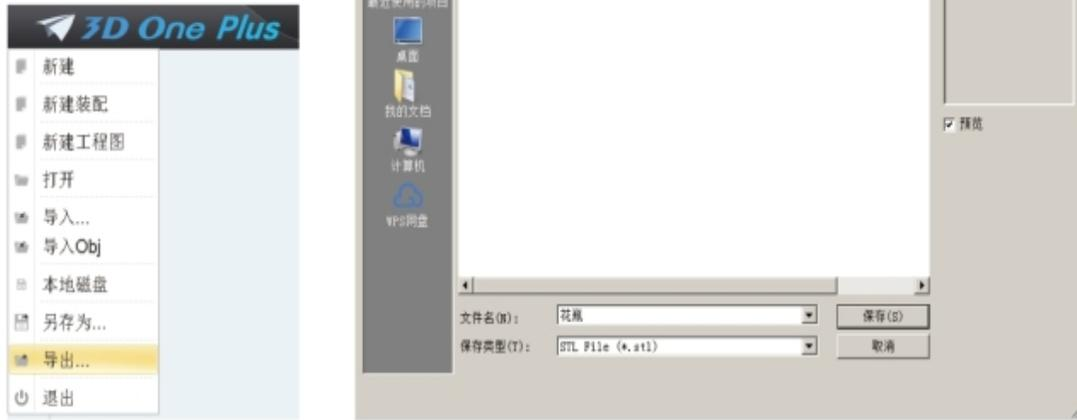

图7-4-24 导出视图
单击软件界面左上角图标  →“导出”→选择合适的保存位置→“文件名”输入“香皂盒”→“保存类型 (T)” 选择“.stl”格式→“保存 (S)”，如图7-4-24 所示。